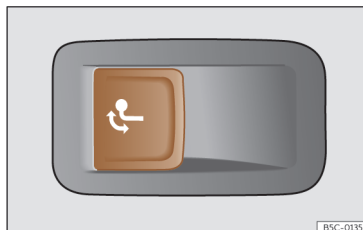

Fig. 201 En el lado izquierdo del maletero: tecla para desbloquear el gancho de remolque.
- Tire de la tecla»» **fig. 201** brevemente. El gancho de remolque se desbloquea eléctricamente y se gira automáticamente hacia fuera. El testigo de control de la tecla parpadea.
- Tire de la tecla»» **fig. 201** brevemente. El gancho de remolque se desbloquea eléctricamente.
- Si el testigo de control de la tecla »» **fig. 201** → *parpadea*, significa que el gancho de remolque aún no ha encastrado correctamente o que está dañado »» ⚠.
- Si el testigo de control »» **fig. 201** → *permanece encendido* con el portón trasero abierto, el gancho de remolque está correctamente encastrado tanto cuando está extraído como cuando está escamoteado.
- No pulse nunca la tecla »» **fig. 201** cuando haya un remolque enganchado o vaya montado un portaequipajes u otros accesorios sobre el gancho de remolque.